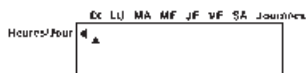

fig.11
- Maintenant, sur la partie haute de l'écran apparaîtra un petit triangle qui indique le jour (fig. 11).